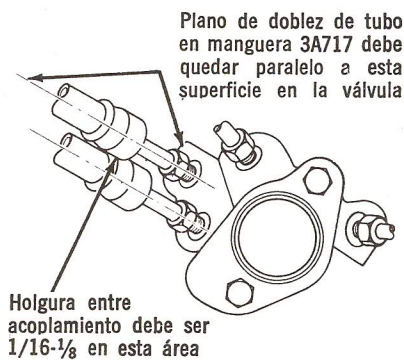

Fig. 5 — Instalación de Manguera de Dirección Hidráulica. Ilustrativo
3. Conecte el extremo que no está marcado del tubo corto (9.7/16" de longitud) al orificio C de la Válvula (Fig. 5). Sujete el tubo de manera que el doblez quede paralelo a la superficie de la válvula como se ilustra en la Fig. 5. Apriete la tuerca. Conecte el extremo opuesto al orificio inferior en el cilindro. Sujete firmemente el tubo mientras aprieta la tuerca para evitar que el tubo se tuerza. Conecte el otro tubo (9.5/8" de longitud) al orificio A, cerciorándose de que el tubo quede paralelo al otro.